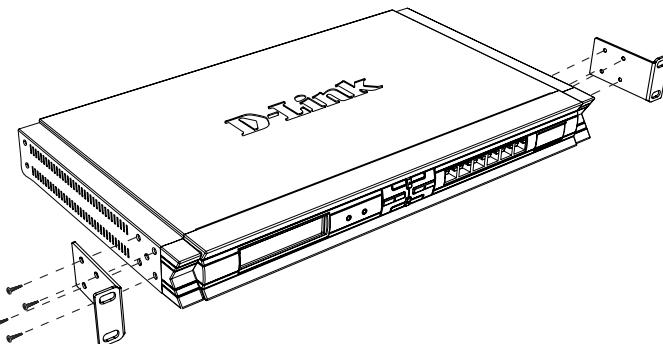

Figura 5. Collegamento delle staffe di montaggio del rack
1. Collegare le staffe di montaggio su ciascun lato del telaio, come illustrato nella figura 5 e fissarle utilizzando le viti in dotazione.